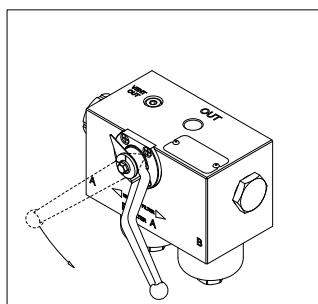

fig. 2
- (Fig. 2) Ruotare di 90 gradi la leva di commutazione per avviare il LATO NUOVO e disattivare il LATO ESAUSTO. La presenza di aria nell'impianto può causare vibrazioni, contropressione o danni ai componenti interni